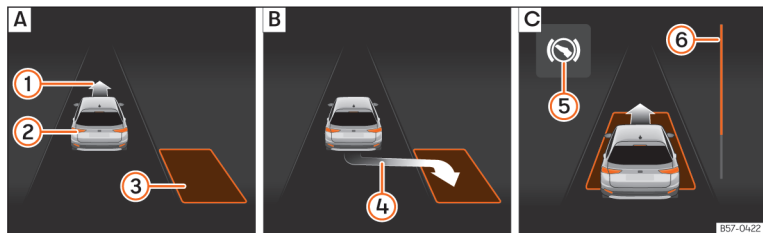
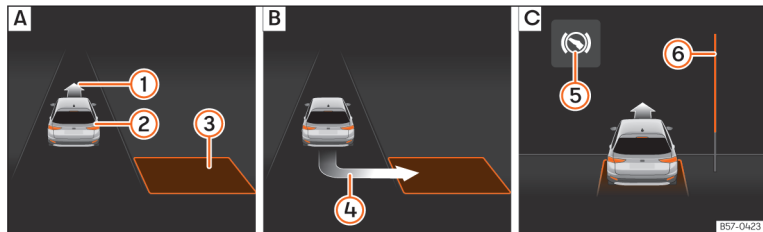

Fig. 126 No ecrã do painel de instrumentos: estacionar em paralelo. **A**: Procurar um lugar de estacionamento. **B**: Posição para estacionar. **C**: Manobrar.
Fig. 127 No ecrã do painel de instrumentos: estacionar em espinha. **A**: Procurar um lugar de estacionamento. **B**: Posição para estacionar. **C**: Manobrar.
para estacionar >>> **Fig. 126 B** ou >>> **Fig. 127 B**. O lugar foi considerado “apropriado” se no ecrã do painel de instrumentos aparecer a indicação de estacionar ④.
- Retroceda até o sinal contínuo do ParkPilot soar; **OU:** retroceda até aparecer a indicação de marcha à frente no ecrã do painel de instrumentos »» Fig. 126 [C] ou »» Fig. 127 [C]; **OU:** retroceda até aparecer a mensagem **Park Assist finalizado** no ecrã do painel de instrumentos. A barra de progresso [6] indica a distância a percorrer.
- Faça marcha à frente até soar o sinal contínuo do ParkPilot; **OU:** faça marcha à frente até aparecer a indicação de fazer marcha-atrás no ecrã do painel de instrumentos. O sistema de estacionamento assistido manobra o veículo em frente e em marcha-atrás até centrá-lo no lugar »» Fig. 126 [C] ou »» Fig. 127 [C].
A barra de progresso »» Fig. 126 [6] e »» Fig. 127 [6] mostra simbolicamente no ecrã do painel de instrumentos a distância relativa que ainda falta percorrer. Quanto maior for a distância, mais cheia está a barra de progresso. Ao circular em marcha à frente, o conteúdo da barra de progresso diminui para cima, e ao circular marcha-atrás, diminui para baixo.